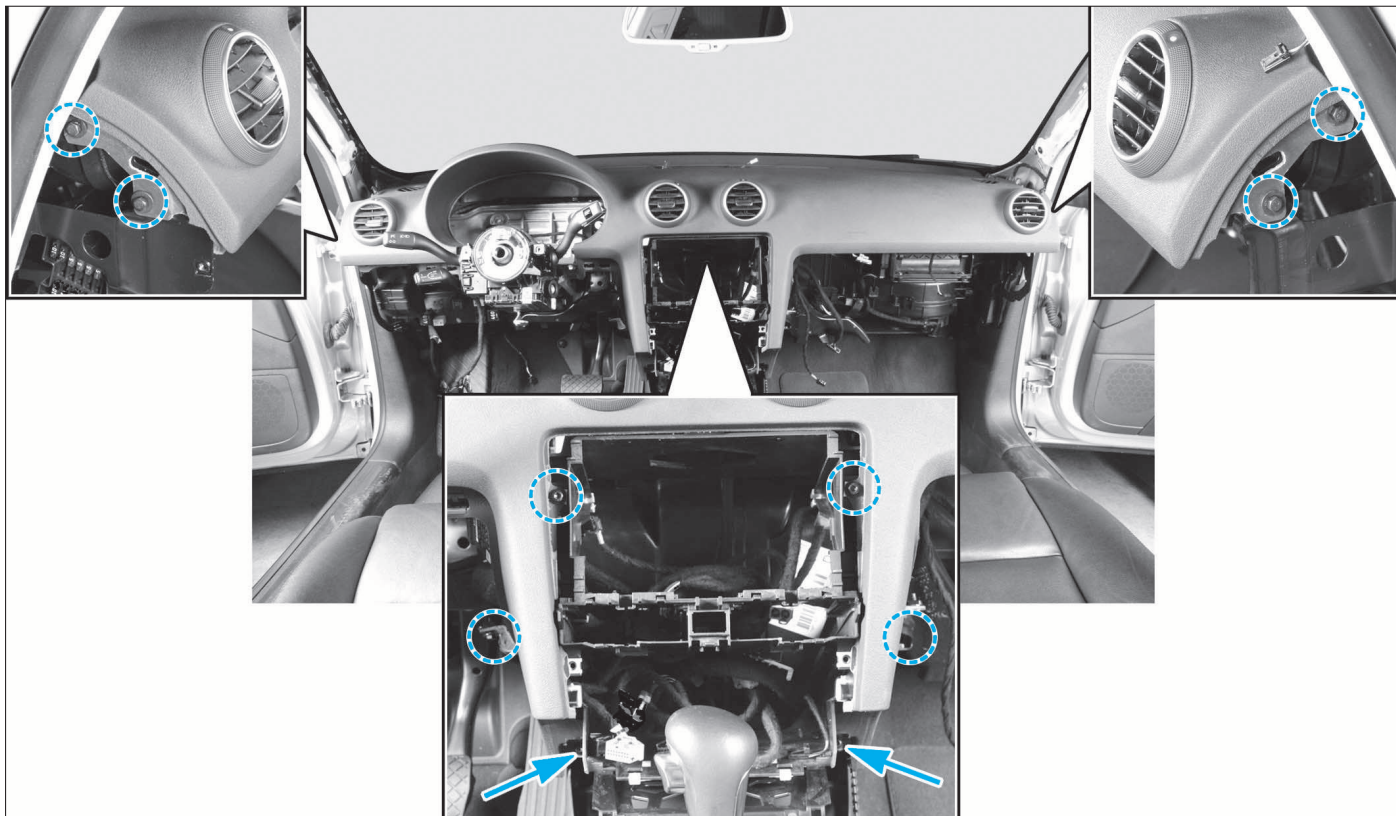

FIG. 36
- Déposer les 10 vis de fixation (6 vis à 6 pans de 8 mm et 4 vis Torx de 25) (Fig.36).